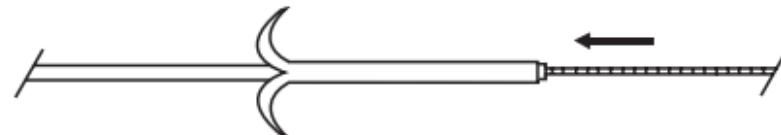

Fig. 2
- b) Hold kateterspidsen lige, og før katetret frem over kateterlederen. (Fig. 2)